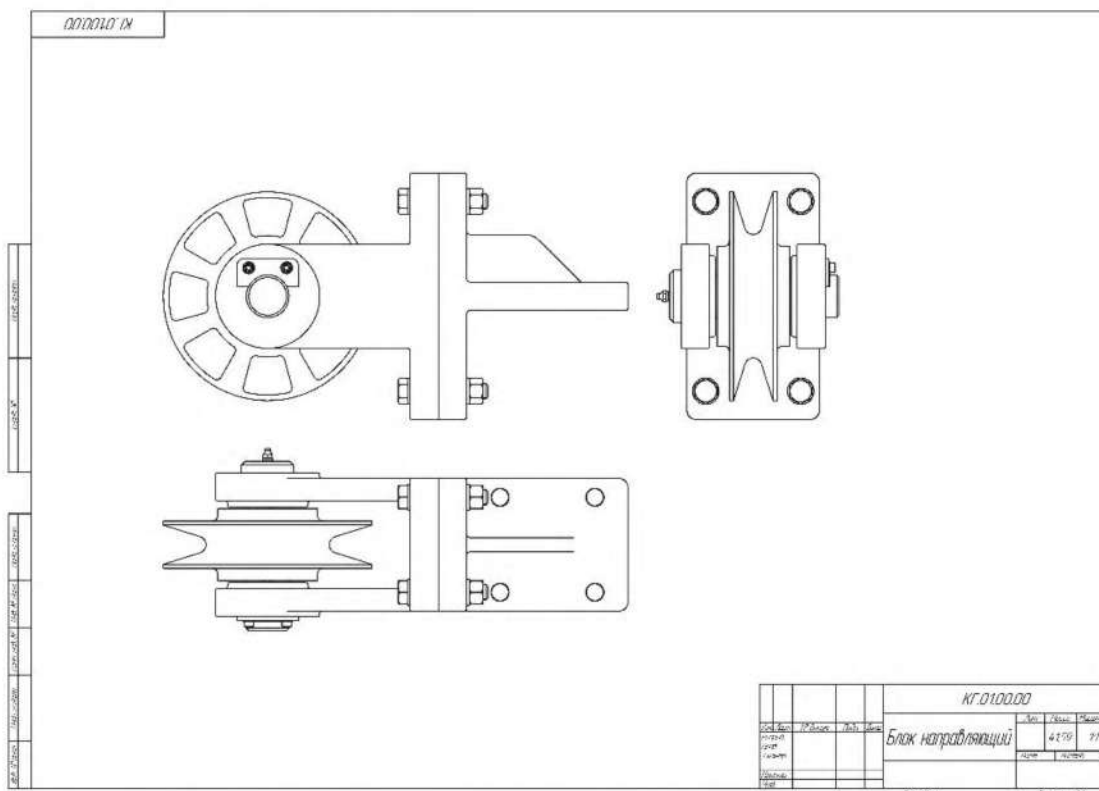

Рисунок 4.25. Расположение видов изделия «Блок направляющий»
2.1.5 Создайте на чертеже три основных вида, приняв за **Главный вид** чертежа ориентацию модели **Справа**. Установите масштаб видов *1:2*. Включите отрисовку линий перехода поверхностей (рисунок 4.25).